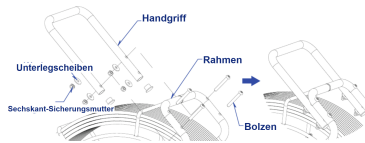

Abbildung 17. Griff montieren
3. Griff montieren (siehe Abbildung 17)